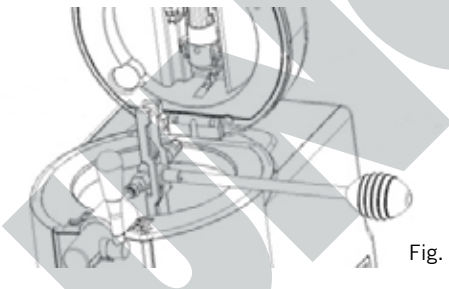

Fig. 11
13. Assemblez l'unité de perçage à la conduite de bière. Mais vérifiez que le tube de perçage dépasse de l'appareil sur le côté, conformément à la Fig. 11.